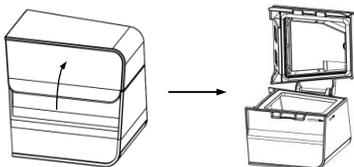
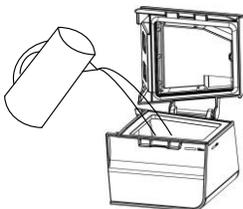

Fig. 13-2
Fig. 13-3
(1) Abra a tampa como mostrado na Fig. 13-2, e encha a câmara de água com cerca de 360 ml de água como mostrado na Fig. 13-3. Certifique-se que a água não excede a linha de nível máximo.